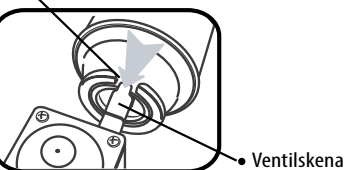

fig. 2
1. Kontrollera att kontrollratten (8) är satt i "●" läge genom att vrida den medurs och att patronspaken (6) är satt i UPPLÅST.
2. Öppna patronkåpan (2) och sätt i patronen, med huvudet framåt, så att inskrifningen pekar uppåt och är i linje med ventilskenan (fig.2).